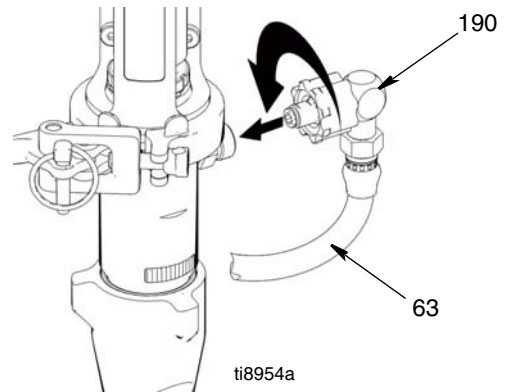

FIG. 26
7. (Fig. 26) Abra la abrazadera y alinee la salida de la bomba con el racor de la manguera (190). Instale el racor de la manguera de pintura (190) y la manguera de pintura (63) en la conexión de la bomba y cierre la abrazadera.